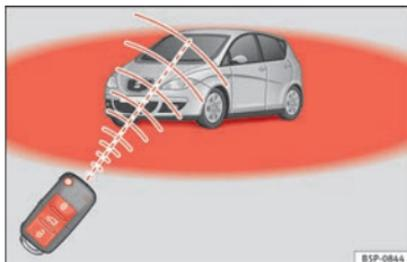

Fig. 51 Radio de acción del mando a distancia por radiofrecuencia.
- El mando a distancia por radiofrecuencia funciona únicamente dentro de su radio de acción » fig. 51 (zona roja).
- Si se desbloquea el vehículo con la tecla ② ① y no se abre ninguna puerta ni el portón trasero antes de que transcurran 30 segundos, volverá a bloquearse automáticamente. Esta función impide que el vehículo permanezca desbloqueado involuntariamente durante un periodo de tiempo prolongado.